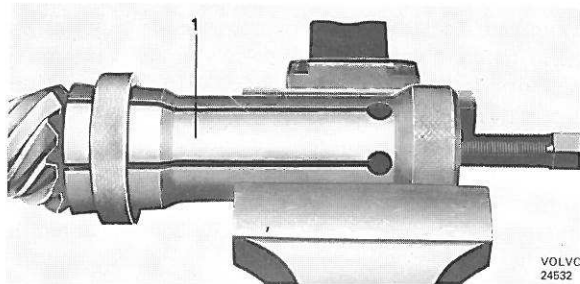

Figure 37. Démontage du roulement arrière de pignon
11. En cas de nécessité, démonter le roulement arrière du pignon en se servant de l'extracteur SVO 2164 pour les ponts du type 23, SVO 2392 pour ceux des types 27 et 30 et SVO 2844 pour ceux du type 31, voir figure 37.